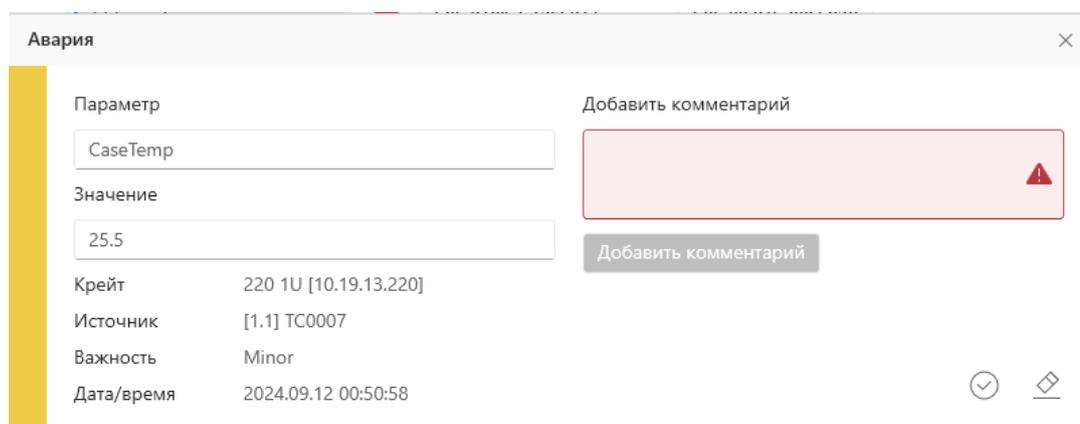

Рисунок 54 - Детали аварии
- **Свойства** (доступно только если выбрана одна авария) – позволяет отобразить окно с деталями аварии (см. Рисунок 54).